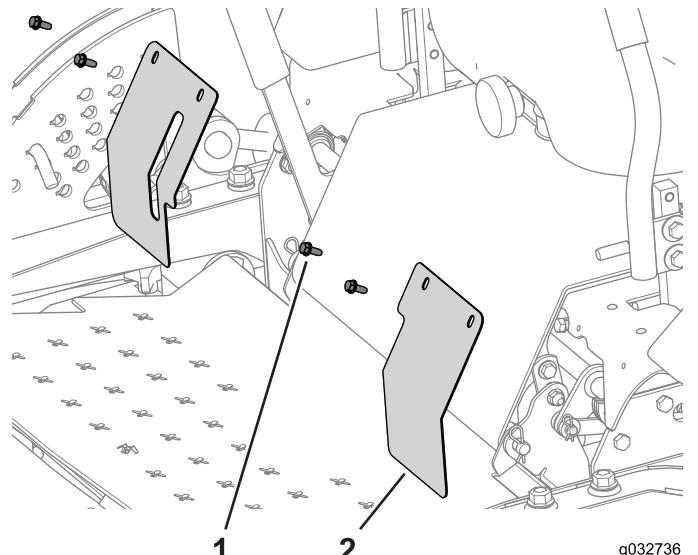

図 128
3. ボルト $\frac{1}{4}$ " x  $\frac{5}{8}$ "を使って、カバープレートを機体に固定する図 128。